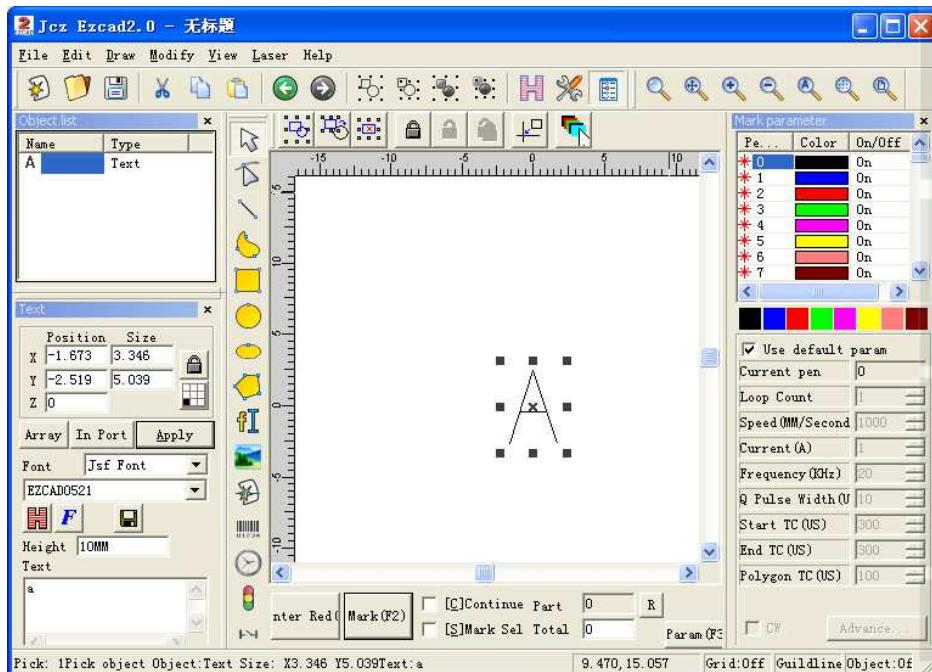

Рис. 5-24. Новый символ «а».
Выходите из диалога шрифтов JSF - перезапустите программу. Создайте текстовый объект - Выберите «шрифт JSF» в списке шрифтов столбца атрибутов Текста - Выберите вновь созданный шрифт EZCAD0521 – Введите «а» в текстовом поле - Нажмите «Применить».. Далее, как и требовалось, можно редактировать графику символа «а», Рис. 5-24.
3. Нажмите кнопку «Update font file» (обновить файл шрифта), появится окно диалога, показанное на Рис. 5-24. В нем можно исправить название шрифта, высоту и ширину двойного и одинарного символов, отношение занизения, штриховку и т.д.